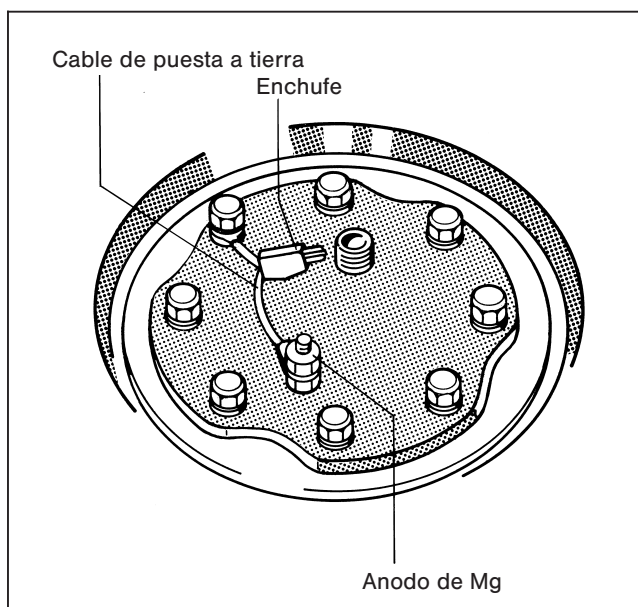

Fig. 10
- Controlar si el ánodo de magnesio está montado y si el cable de puesta a tierra está conectado (fig. 10).
- Aparatos de regulación Ecomatic 4000: sacar el enchufe en el cable de puesta a tierra (fig. 10).
- Desenroscar los tornillos hexagonales en la tapa del agujero de mano y retirar esta tapa junto con el ánodo de magnesio (fig. 10).
- Insertar la oreja del cable de puesta a tierra y enroscar los tornillos hexagonales (fig. 10).